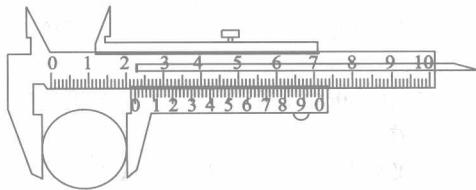

图 1-1
(3)50 分度的游标卡尺。游标上相邻两个刻度间的距离为 0.98mm,比主尺上相邻两个刻度间距离小 0.02mm(图 1-1)。这种卡尺的刻度是特殊的,游标上的刻度值,就是毫米数以下的读数。这种卡尺的读数可以准确到 0.02mm。